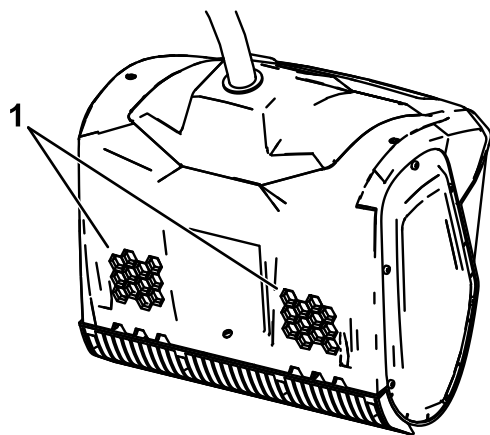

図 7
1. マシン背面の通気口に雪や氷がないことを確認してください 図 7。